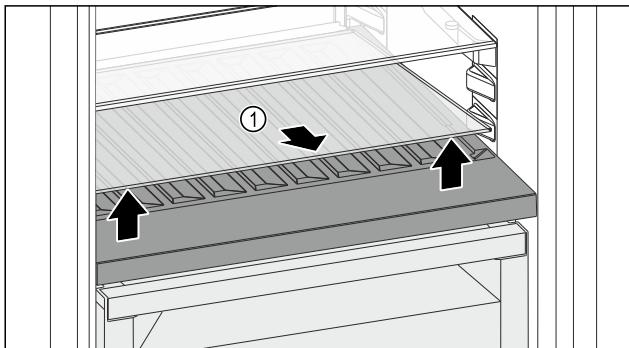

Fig. 142
- Ridicați în față și extrageți placa de sticlă Fig. 142 (1) din degajare.
- Păstrați placa de sticlă Fig. 142 (1) în siguranță în afara aparatului.